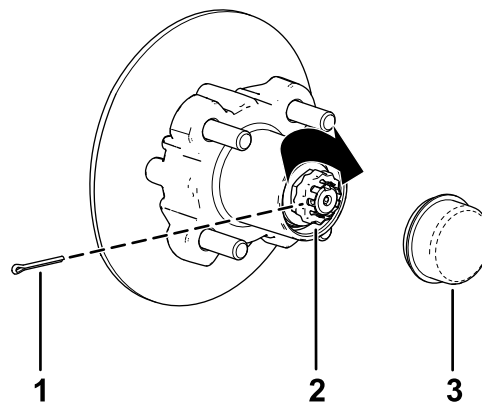

图 35
8. 将卡环安装到螺母上检查卡环内的槽与主轴上开口销孔的对齐情况图 35。
9. 安装开口销并扳弯卡环周边的各个腿图 35。
10. 将防尘盖安装到轮毂上图 35。